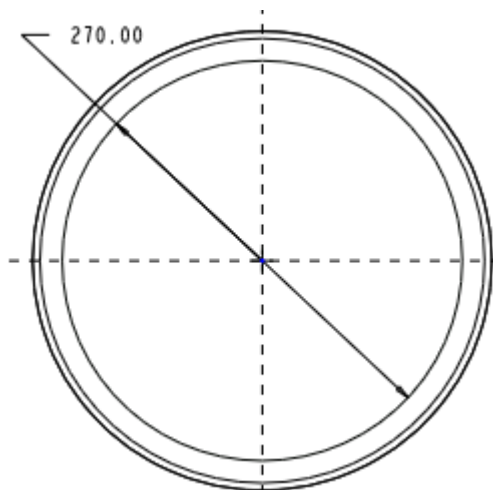

图 59-9
(4) 绘制如图 59-9 所示的一个直径为 270 的圆作为曲面偏移区域。